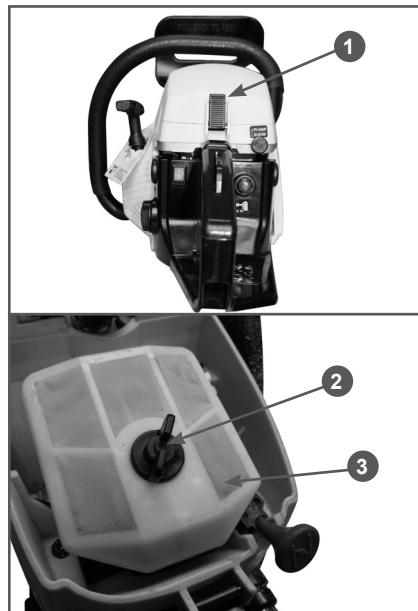

Рис. 18 Обслуживание воздушного фильтра
1. Отстегните защелку 1 (Рис. 18) и снимите крышку воздушного фильтра.
2. Открутите барабанную гайку 2 и снимите воздушный фильтр 3 с корпуса (Рис. 18). Проверьте его на наличие повреждений.